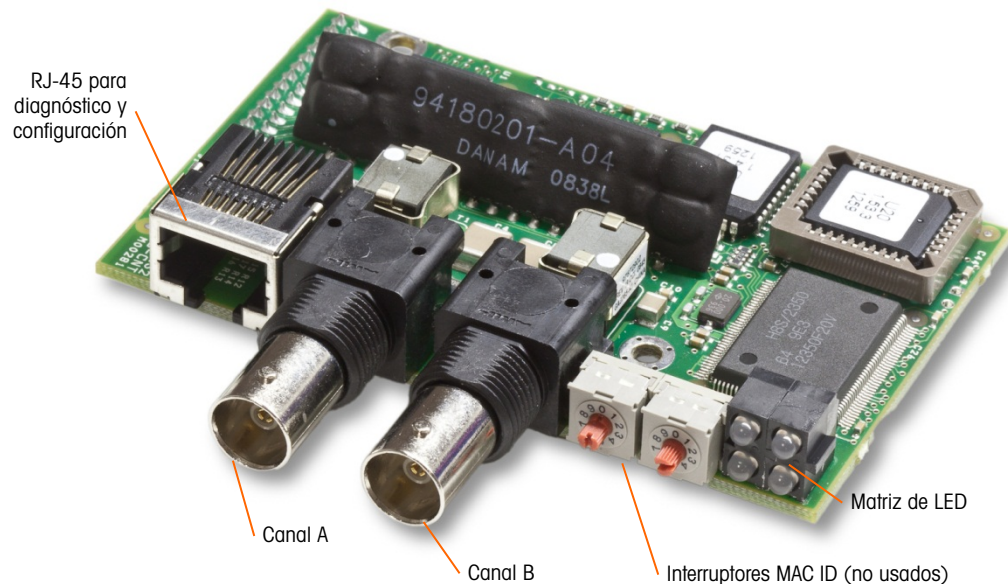
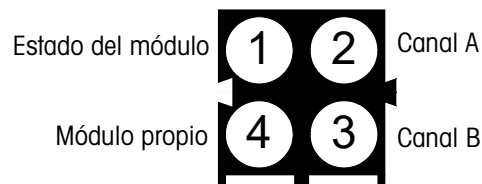

Figura A-81: Conexiones y componentes del módulo PLC de ControlNet
Figura A-82: LED indicadoras de estado de ControlNet
El módulo PLC de ControlNet se conecta con la red ControlNet a través de dos cables coaxiales. El canal B es redundante con el canal A, y no se utiliza a menos que ControlNet no detecte señal en el canal A. Observe que la dirección de los módulos se establece en software, y los interruptores MAC ID indicados en la Figura A-81 no se utilizan.
- No enchufe un cable Ethernet en el conector RJ-45 mostrado a la izquierda en la Figura A-81. Puede ocurrir daño a la IND780.
La Figura A-82 muestra una matriz de LED indicadoras de estado en la tarjeta ControlNet (vea también la Figura A-81).